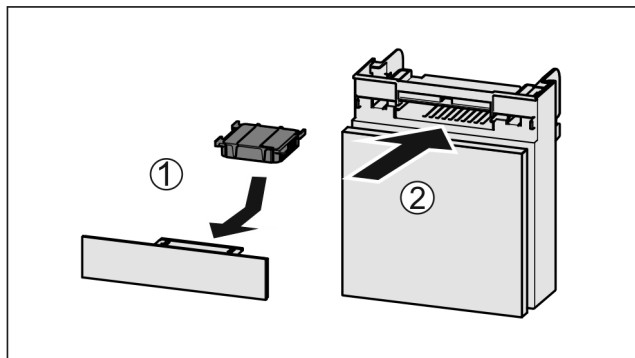

Fig. 141
- Vložte aktívny uhlíkový filter podľa obrázka Fig. 141 (1).
- Zasuňte zásuvku Fig. 141 (2).